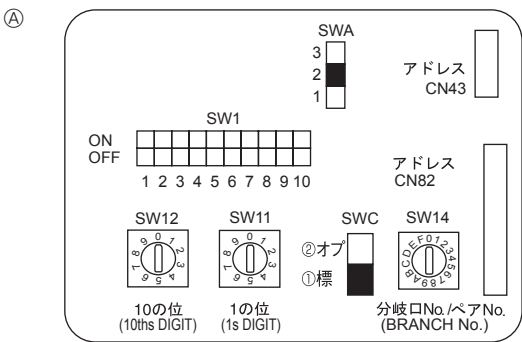

Fig. 6-4
- B Bloc terminal pour le câble de transmission extérieur (M1(A), M2(B), (S))
6.5. Configuration des adresses (Fig. 6-4)
6.6. Réglage des interrupteurs pour différentes hauteurs de plafond (Fig.6-4)
6.7. Détection de la température ambiante à l'aide du capteur intégré de la commande à distance (Fig.6-4)